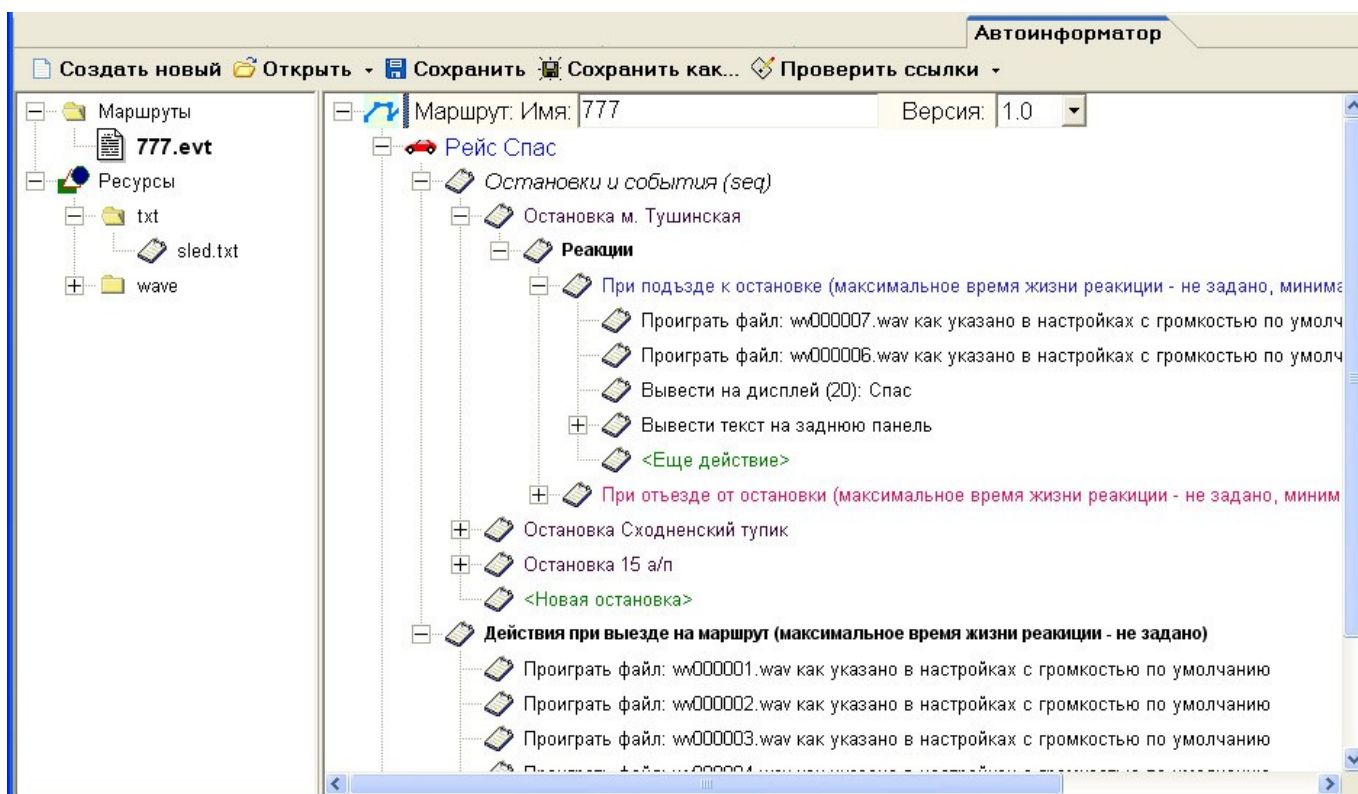

Рисунок 14 – Закладка «Автоинформатор»
4.4.6.2. Закладка «Автоинформатор» («Autoinformer»), рисунок 14, содержит параметры позволяющие создать файл «автоинформатора».